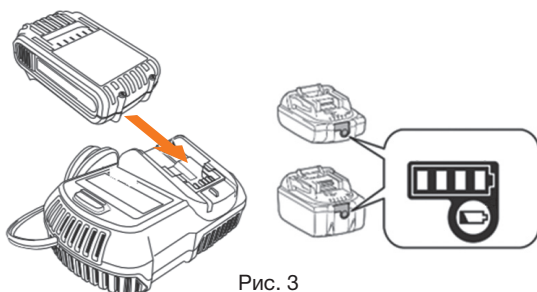

Рис. 3
1. Вставьте вилку зарядного устройства в розетку электрической сети 230В. Индикатор на зарядном устройстве загорится зеленым светом (Рис. 3)
2. Подключите аккумулятор к зарядному устройству. Индикатор на зарядном устройстве загорится красным светом, и начнется процесс зарядки (Рис. 3).